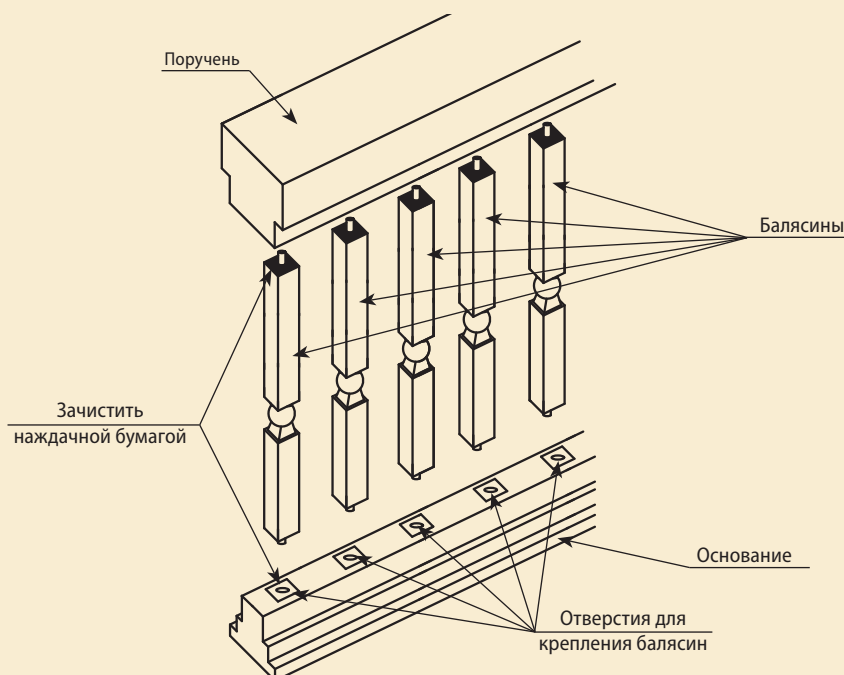

Рис. 2.3
2.5. При помощи мелкой наждачной бумаги зачистите места примыкания балясин к поручням и основаниям (**рис. 2.3**).